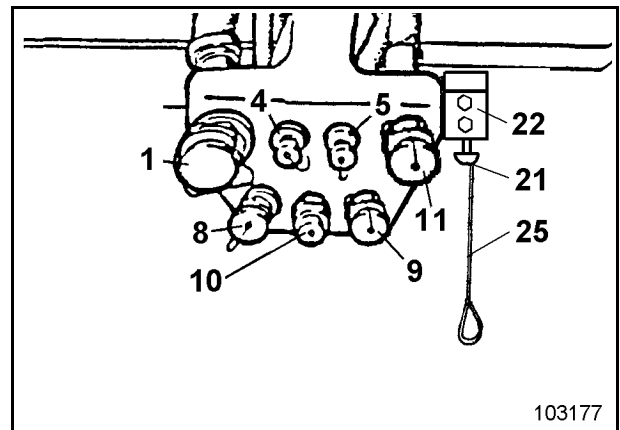

Fig. 3-19:
- Schnellverschluß (8, Fig. 3-19:) für den linken Motor
- Schnellverschluß (9) für den rechten Motor